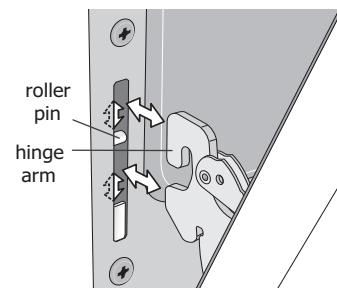
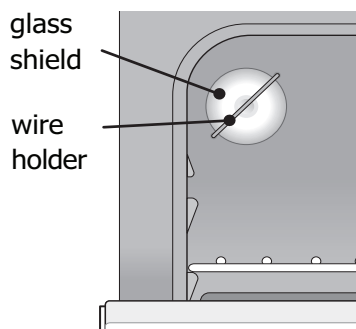

Figure 34 : Repose du bras articulé et du galet
Figure 35 : Ampoule de four protégée par un bouclier thermique en verre.
3. Saisir fermement les deux côtés de la porte du four. Ne pas la soulever par la poignée (voir Figure 34).
4. Ouvrir la porte à un angle d'environ 10 degrés du cadre de porte (voir Figure 34).
5. Soulever les bras articulés hors des galets situés de part et d'autre du cadre de four (voir Figure 35).
1. Saisir fermement les deux côtés de la porte du four. Ne pas la soulever par la poignée (voir Figure 34).
2. Tout en tenant la porte au même angle que pour la dépose, asseoir le crochet du bras articulé sur les galets situés de part et d'autre du cadre de four (voir Figure 34 et Figure 35). Le crochet du bras articulé doit s'asseoir fermement sur les galets.